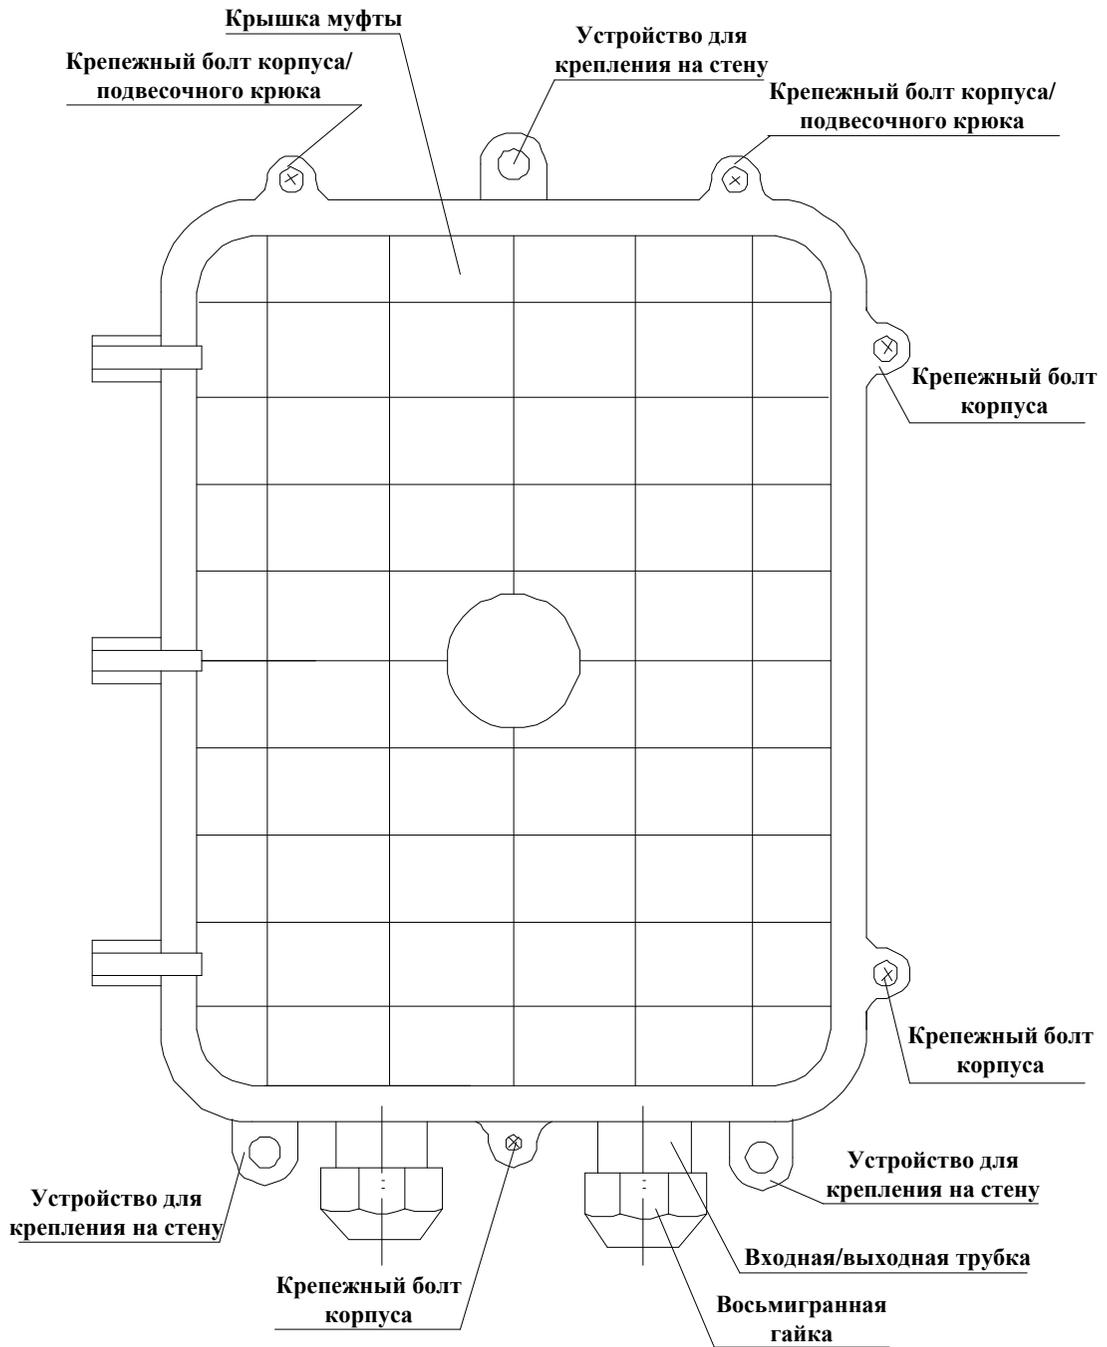

Рисунок 8
- ① Применение для монтажа на стенах: на основании муфты должно быть установлено устройство для крепления на стену, данное устройство крепится пластиковыми зажимами и болтами.
- ② Применение при воздушной протяжке: закрепите подвесочный крюк на корпусе муфты и подвешивайте муфту в определенном месте, надежно зафиксировав ее положение.
5.10.2 Смотрите рисунок 8.